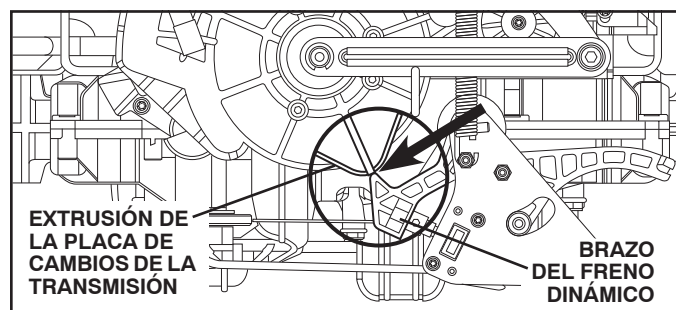

Fig. 35
- Mueva la placa de cambios en la parte delantera de la transmisión para que la línea central del área que sobresale esté alineada con el brazo del freno dinámico (Vea Fig. 35).